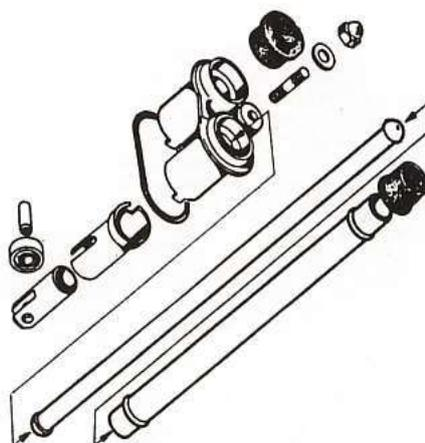
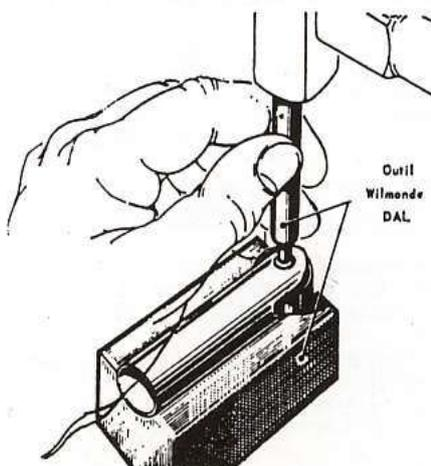

Fig. 25. — Poussoirs et guides de poussoirs
Fig. 26. — Changement d'un galet de poussoir
- De chaque côté, déposer l'écrou de fixation des supports de guides de poussoirs (fig. 25).
- A l'aide d'un petit levier, décoller du carter les deux guides (6) et (7) et les dégager.
- Si les galets doivent être changés, utiliser l'outil Wilmonda DAL (fig. 26).